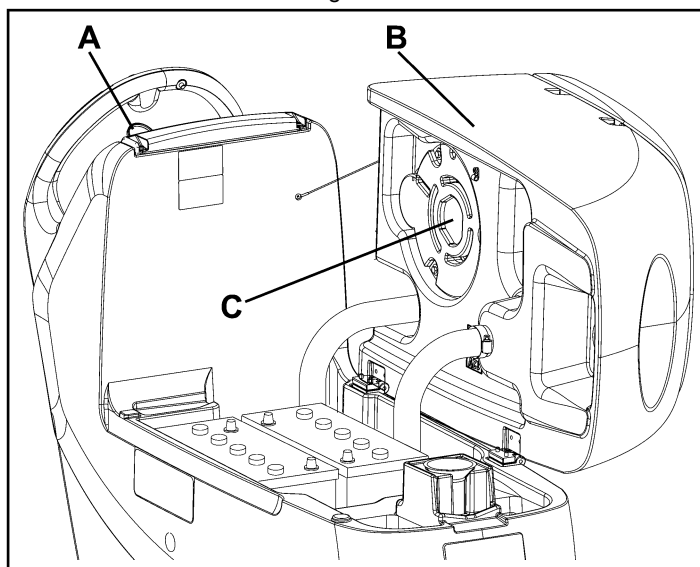

Figure 30
2. Tourner la clé de contact (A, Fig. 30) sur "0".
3. Soulever le réservoir d'eau de récupération (B).
5. Contrôler que le préfiltre (C) est propre. Si besoin est, le nettoyer à l'eau et à l'air comprimé, puis l'installer à nouveau.